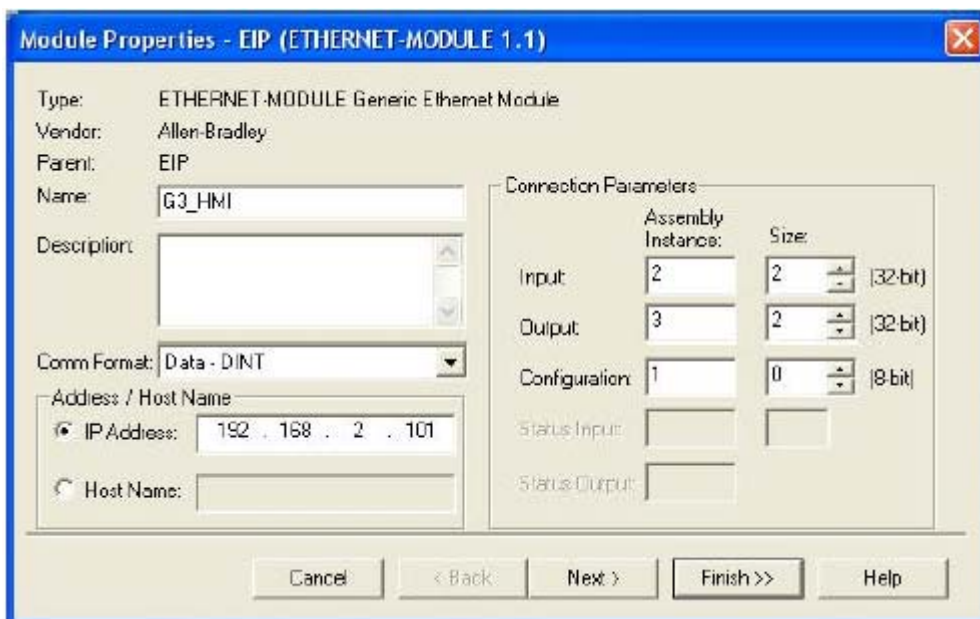

Рис. 73. Свойства модуля Ethernet
- d. Нажмите кнопку OK («ОК»). В результате на экране появится окно Module Properties («Свойства модуля»). См. Рис. 73.
- e. Введите в поле Name («Имя») название, которое в дальнейшем позволит вам опознать модуль. См. Рис. 73. передаваемых контроллером ControlLogix модулю Gateway.
1. **Параметры Ethernet.** Укажите IP-адрес 192.168.2.101. Этот адрес должен совпадать с адресом, введенным в поле Address/Host Name («Адрес и имя узла»). См. Рис. 73.